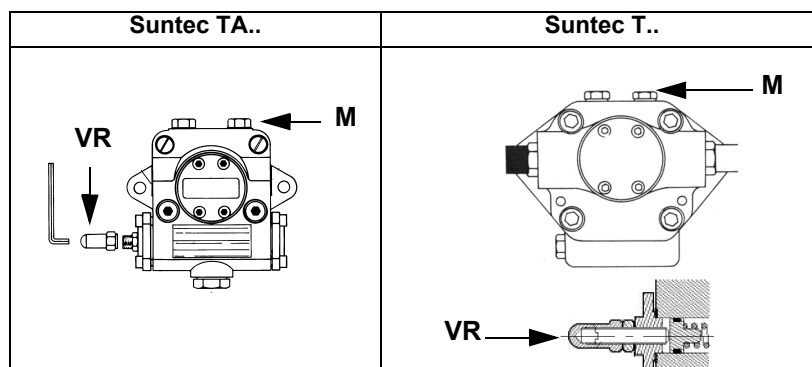
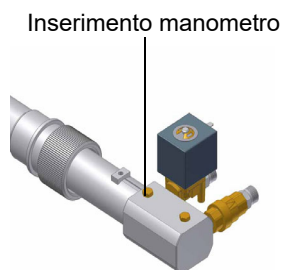

Fig. 5
Fig. 6
- 3 sfiatare l'aria dall'attacco (**M**) manometro della pompa (Fig. 5), allentando leggermente il tappo, senza toglierlo; quindi rilasciare il contattore.
La pressione di alimentazione ugello è già pre-tarata in fabbrica e non deve essere cambiata. Solo se necessario, regolare la pressione di alimentazione (vedi relativo paragrafo) nel modo seguente: inserire un manometro nella posizione indicata in Fig. 6 agire sulla vite di regolazione **VR** della pompa (vedi Fig. 5) fino ad ottenere una pressione all'ugello pari a 20bar o 25 bar (a seconda del tipo di ugello montato - vedere tabella/grafici a pag. 42);